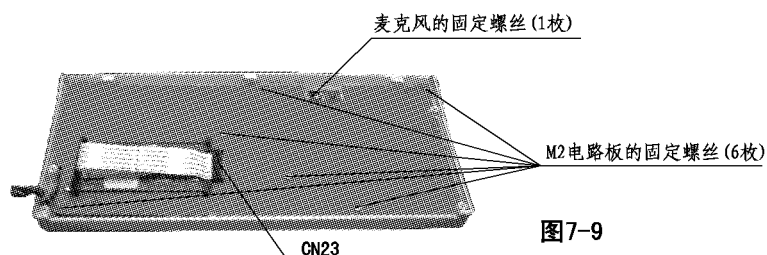

图7-9
- e) 拆卸M2电路板的固定螺丝 (6枚) 和麦克风的固定螺丝 (1枚) (图7-9)。